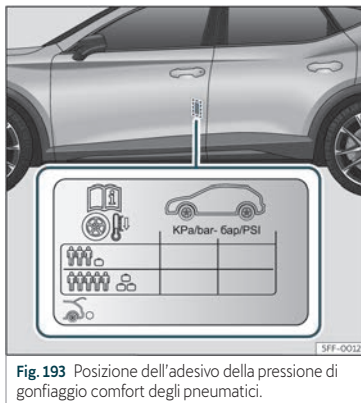

Fig. 193 Posizione dell'adesivo della pressione di gonfiaggio comfort degli pneumatici.
- Adattare la pressione degli pneumatici al carico del veicolo»» **fig. 193**.
I valori della pressione di gonfiaggio degli pneumatici sono riportati sull'etichetta adesiva situata nella zona posteriore del telaio della porta anteriore sinistra»» **fig. 193**.
Adeguare la pressione di gonfiaggio degli pneumatici al carico del veicolo. Se il veicolo verrà caricato al massimo, è necessario aumentare la pressione di gonfiaggio al valore di carico più elevato indicato sull'etichetta adesiva»» **fig. 193**.
Nel caso del ruotino di scorta (125/70 R18), gonfiare alla pressione di 4,2 bar come indicato nell'etichetta della pressione degli pneumatici»» **fig. 193**.
- Il conducente è responsabile che tutti gli pneumatici del veicolo siano gonfiati alla pressione corretta. La pressione di gonfiaggio consigliata è indicata in un adesivo »» **fig. 193**.
- Con gli pneumatici freddi, si deve mantenere sempre la pressione indicata sull'adesivo»» **fig. 193**.